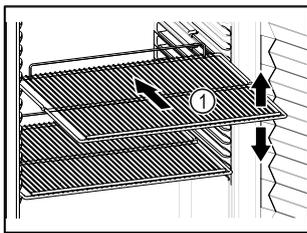

Fig. 71 Shembull ilustrues
- Nëse raftet me rrjetë Fig. 71 (1) mund të zhvendosen, atëherë përshtatini sipas lartësisë.